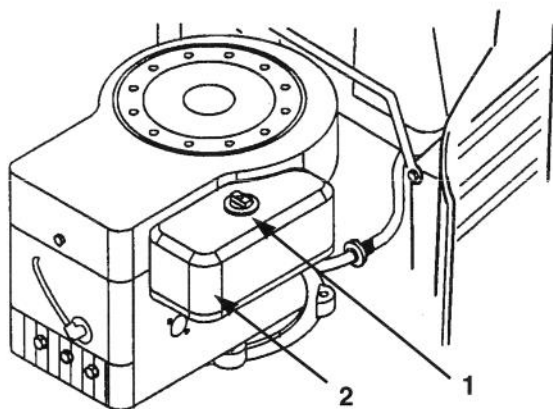

Bild 27
3. Um Eindringen von Schmutz in das Motorinnere zu vermeiden, was zu Motorschäden führen könnte, den Bereich um den Luftfilter reinigen. Die Schraube abschrauben und die Filterabdeckung entfernen (Bild 27).
3. Die Luftfilterabdeckung und -schraube montieren (Bild 27). Die Schraube festziehen.